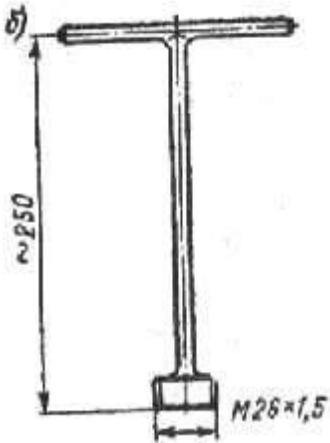

Рис. 99. Приспособление, облегчающее установку первьев передней вилки в мостики для неподвижной трубы пера.
Для облегчения установки перьев вилки в мостики нужно изготовить приспособление, изображенное на рис. 99.
1. Вставив основную трубу в нижний мостик, завинтить в резьбовую часть, предназначенную для верхней резьбовой пробки, приспособление, см. рис. 99.